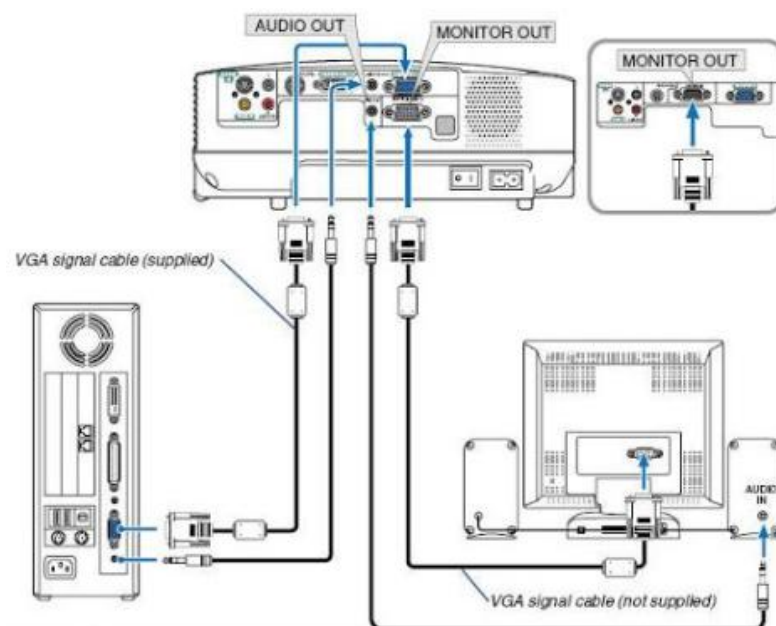

Рисунок 5 – Подключение монитора через проектор
9. Подключение монитора через проектор. Определите интерфейс подключаемых устройств. Устройства все обесточены. С помощью кабеля, отключённого от видеокарты, подключить монитор к проектору. Аналогичным кабелем подключить проектор к порту видеокарты (рис. 5). После этого сигнал на монитор станет поступать через проектор, можно пользоваться двумя устройствами одновременно. Проверить работоспособность, включая разный контент.